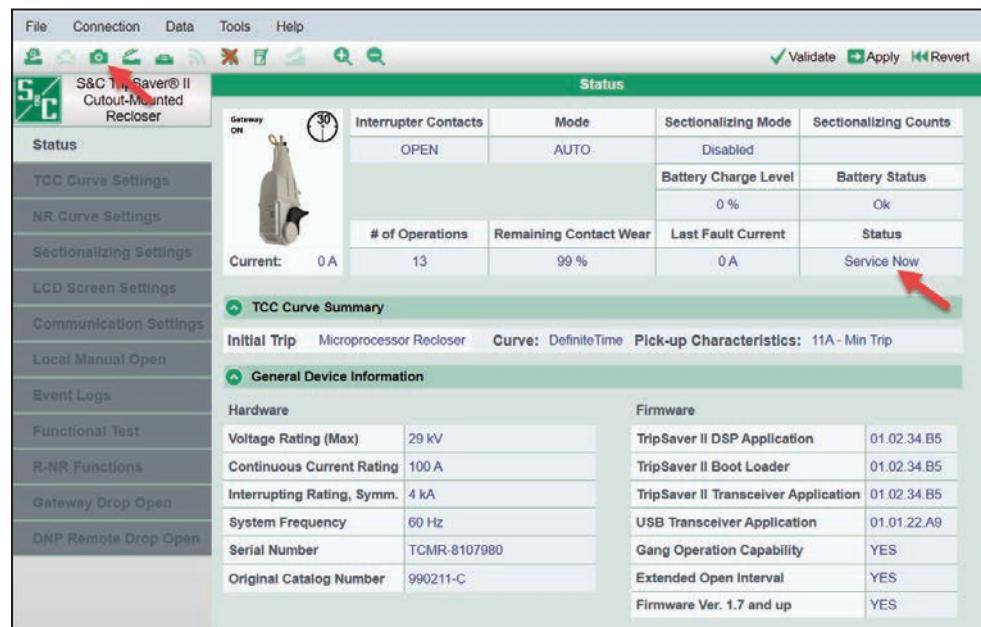

Figura 145. Tela *Status* mostrando o status de Manutenção Imediata e a localização do ícone **Save Snapshot**.
PASSO 2. Pela tela *Status*, confirme que o relé TripSaver II está no estado **Service Now**. Em seguida confira o campo **Remaining Contact Wear** (Vida Útil Remanescente dos Contatos). Se a vida útil dos contatos tiver atingido 0%, o relé deve ser retirado de serviço. Se a vida útil dos contatos for maior que 0%, continue pelo Passo 3. Ver Figura 145.
PASSO 3. Crie um arquivo snapshot clicando no ícone **Save Snapshot**. Ver Figura 145. Entre em contato com o Centro Global de Monitoração e Suporte da S&C nos EUA pelo número 1-888-762-1100 (atendimento em inglês). No Brasil, ligue para (41) 3382-6481, em horário comercial. O suporte técnico irá solicitar o envio do arquivo snapshot via email.